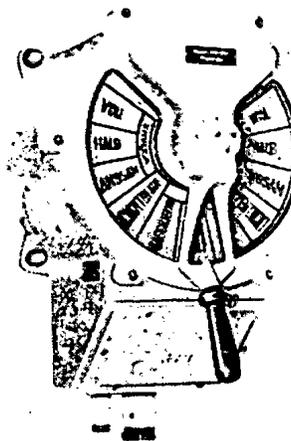

Bild 2
- 2. 2 Maschinentelegraf-Empfänger (für Steuerbord- und Backbord-Maschine) (Bild 2), mit je einer Hupe oder Glocke**